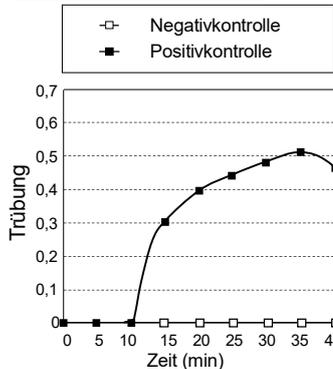

Abb. 1: Amplifikationsplots für Kontrollen
- (1) Real-Time Turbidimeter HumaTurb C+A für den Nachweis mit diesem Produkt konfigurieren.
- (2) Prüfen, ob die angezeigte Temperatur 67,0 °C erreicht (Turbidimeter sollte vor Gebrauch 20 Minuten vorgeheizt werden).
- (3) Reaktionsgefäße einsetzen und Messung starten.
- (4) Turbidimeter-Anzeige auf einen Trübungsanstieg der Positiv- und Negativkontrollen prüfen. Steigt die Trübung in der Positivkontrolle an, in der Negativkontrolle jedoch nicht, läuft die Amplifikationsreaktion korrekt ab (Abb. 1). Bei anderen Bedingungen verläuft die Amplifikationsreaktion möglicherweise nicht ordnungsgemäß. In einem solchen Fall sind die betroffenen Proben erneut zu testen.
- (5) Fertigstellung der Polymerase-Inaktivierung bestätigen (wird vom Turbidimeter automatisch abgeschlossen). Alle Reaktionsgefäße aus dem Real-Time Turbidimeter HumaTurb C+A entnehmen und ungeöffnet entsorgen.
Nachdem bestätigt wurde, dass die Trübung in der Positivkontrolle zunimmt, in der Negativkontrolle jedoch nicht, sind die Proben nach den folgenden Kriterien (Abb. 1 und 2) zu bewerten.